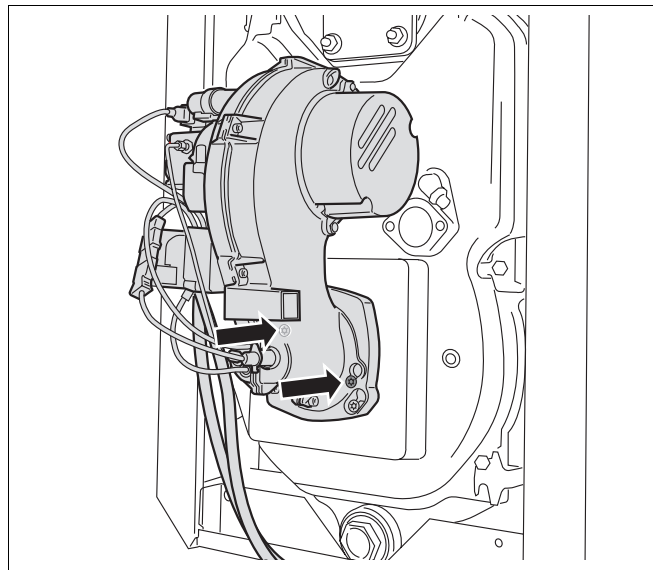
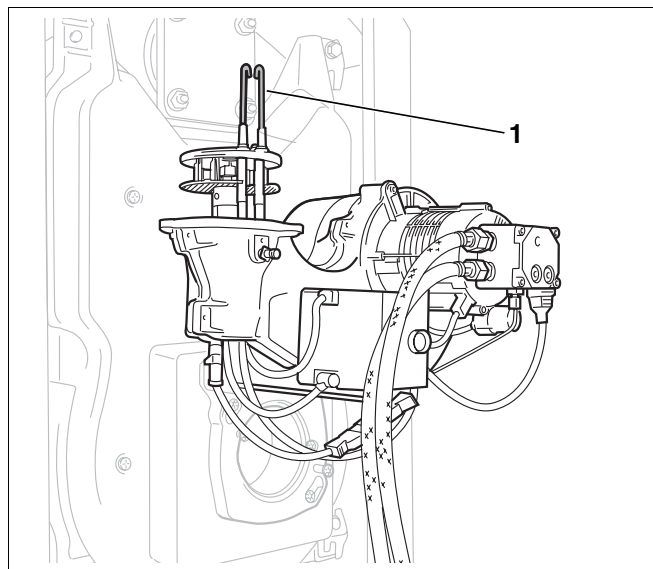

Рис. 26 Болты штыкового крепления
Рис. 27 Установка горелки в положение для обслуживания
- Ослабить болты горелки штыкового крепления (рис. 26, стр. 33) (пять–шесть оборотов, примерно 6–8 мм). Установить горелку в положение для обслуживания (рис. 27, стр. 33).
- Ослабить оба болта штыкового крепления (рис. 26).
- Установить горелку в положение для обслуживания (рис. 27).
На запальных электродах (рис. 27, поз. 1) не должно быть отложений.
- Демонтировать запальные электроды (рис. 27, поз. 1).